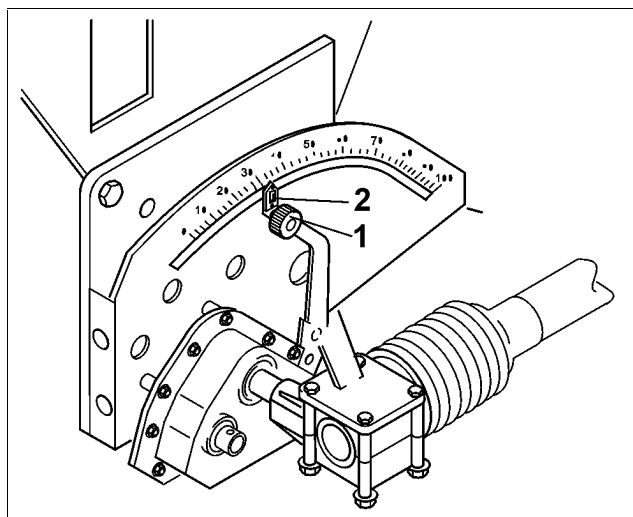

Fig. 53
- Låseknappen (Fig. 53/1) på gearhåndtaget løsnes.
- Viseren på gearhåndtaget (Fig. 53/2) skubbes hen på én af følgende indstillinger:
- Låseknappen (Fig. 53/1) aktiveres.